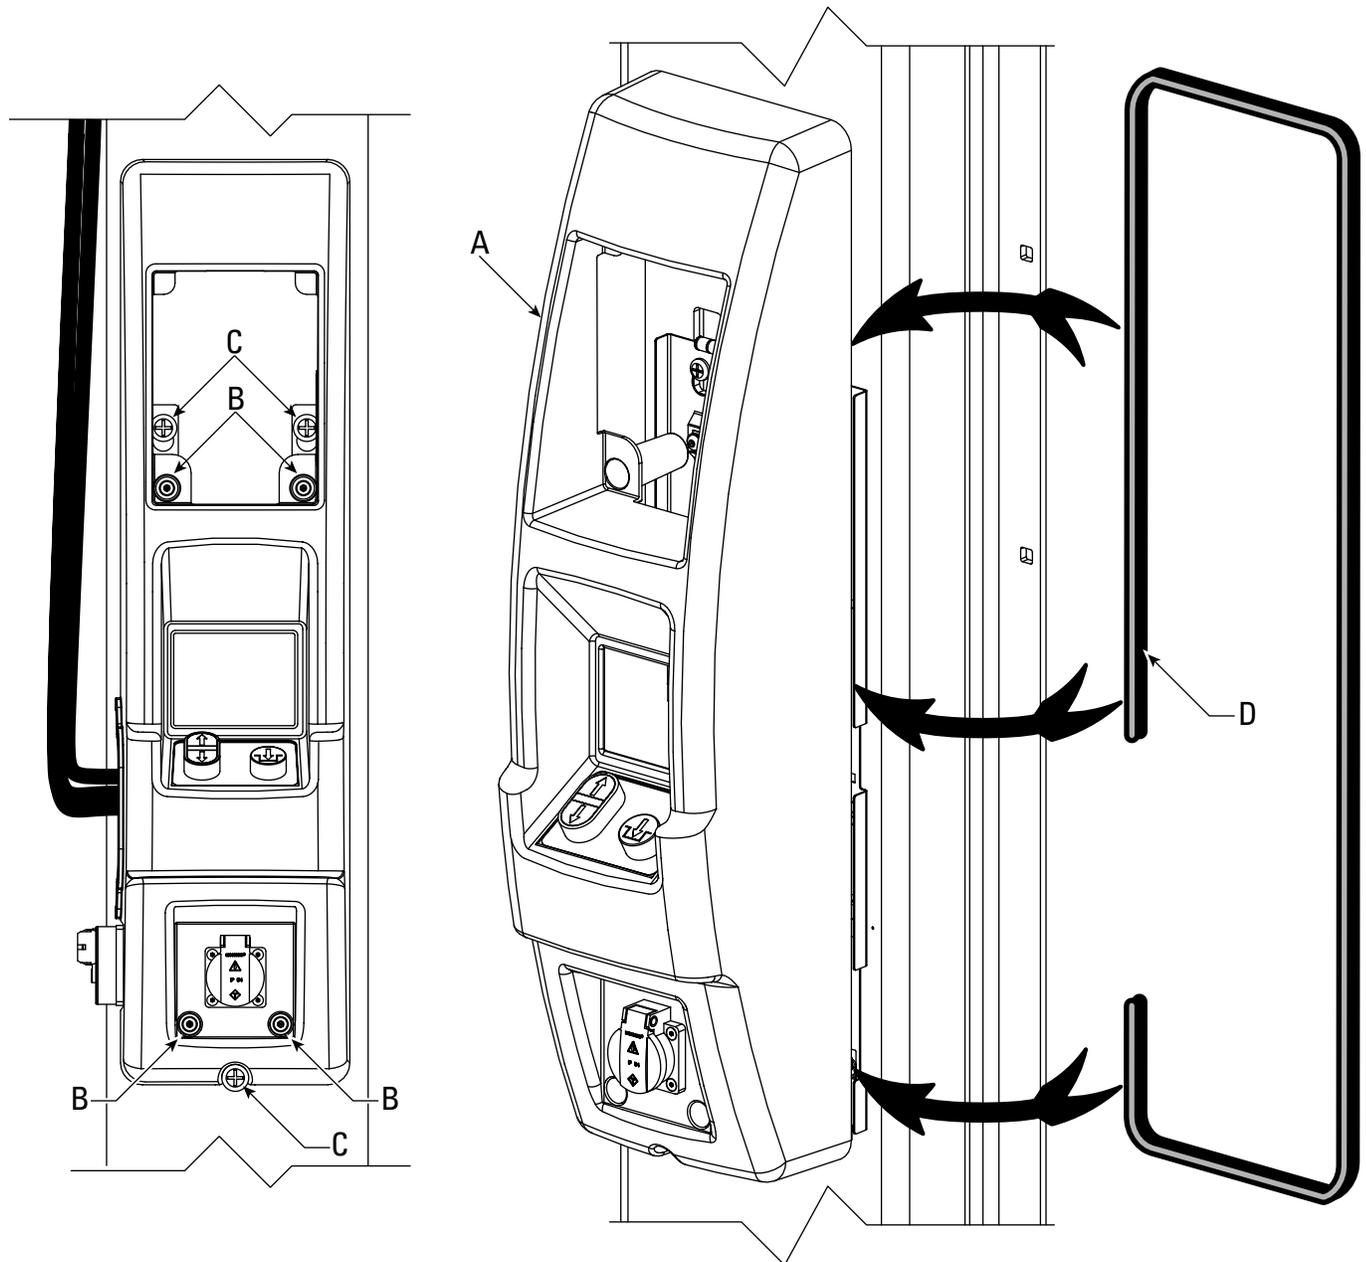

Fig. 26
A) Per installare le guarnizioni sul lato di comando master, localizzare il 5/16"-18NCx3/8" BHCS (4) che tiene giù l'alloggiamento nero ed allentarle di 3 o 4 giri, vedere fig. 26. Allentare anche le (2) PHMS da 5/16"-18NCx3/8" superiori e la (1) PHMS da 5/16"-18NCx3/8" inferiore che fissa l'unità di comando alla colonna. Posizionare la guarnizione dietro all'alloggiamento master e stringere a fondo le viti, fig. 26. Stringere le viti di montaggio sino a che la guarnizione è a pieno contatto con la colonna. Non stringere eccessivamente.